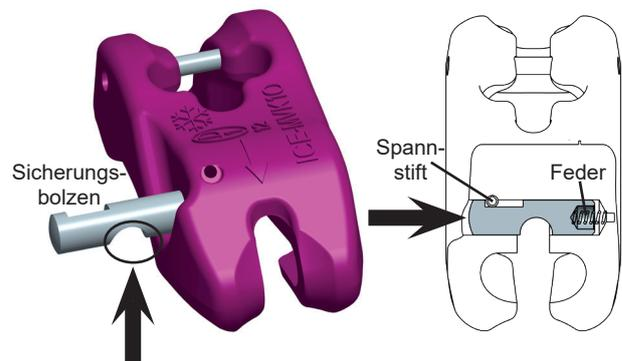

Abb. 30:
6. Schieben Sie dann einen neuen Sicherungsbolzen in die Bohrung (Abb. 30).
- Richten Sie den Sicherungsbolzen so aus, dass die abgerundete Aussparung nach unten zeigt (Abb. 30)). Nur dann kann im nächsten Schritt der Spannstift zur Sicherung des Sicherungsbolzens in die entsprechende Nut eingeschlagen werden.